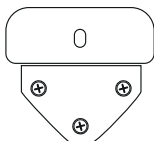

Рис. 3
4. Вставьте винты в отверстия и закрутите их (рис. 3).